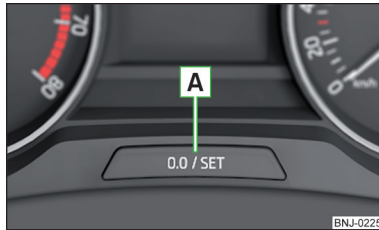

Abb. 33
- › Die Taste **A** » Abb. 33 drücken und gedrückt halten, bis im Display der Menüpunkt **Service** angezeigt wird.